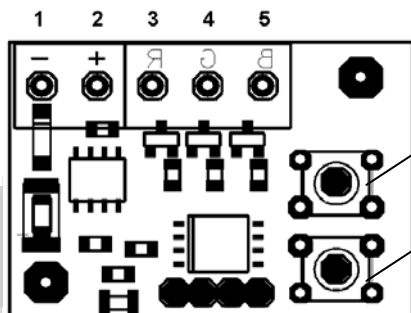

Abbildung 1
- Durch einmaliges kurzes (1 sek.) drücken der **Start/Stop Taste (2) Abb.1** wird die aktuelle Farbkombination eingefroren.
- Ein wiederholtes kurzes (1 sek.) drücken der **Start/Stop Taste (2) Abb.1** setzt den Farbdurchlauf wieder fort.
- Im Farbdurchlaufmodus ist es möglich durch kurzes (1 sek.) drücken der **Speed/Dimmer Taste (1) Abb.1** die Durchlaufgeschwindigkeit in 11 verschiedenen Stufen von ca. 30 Sekunden bis ca. 30 Minuten einzustellen.
- Bei Erreichen des letzten Zeitintervalls wird beim nächsten Tastendruck der **Speed/Dimmer Taste (1) Abb.1** automatisch zum ersten Zeitintervall gewechselt.
- Ist der Farbdurchlauf eingefroren (siehe Punkt 1. Start/Stop Funktion) ist es durch kurzes (1 sek.) drücken der **Speed/Dimmer Taste (1) Abb.1** möglich, die Helligkeit zu verändern.
- Jeder Tastendruck der **Speed/Dimmer Taste (1) Abb.1** verringert die Helligkeit um 50%.
- Ein kurzer (1 sek.) Druck auf die **Start/Stop Taste (2) Abb.1** stellt die ursprüngliche Helligkeit wieder her und setzt den Farbdurchlauf anschließend wieder fort.